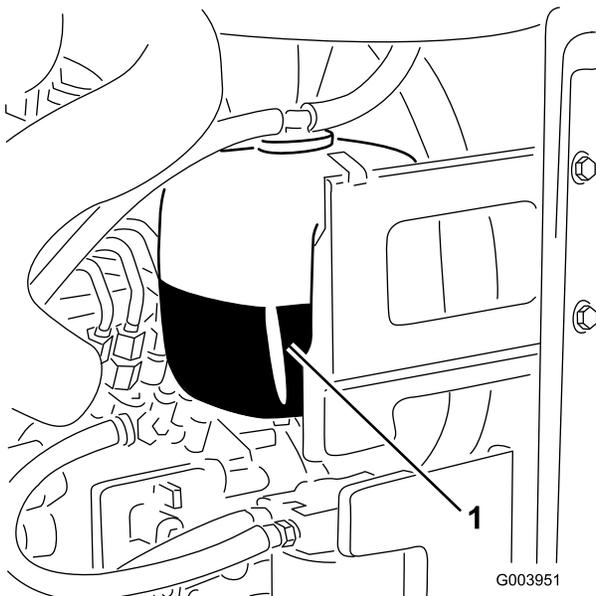

Bild 35
1. Prüfen Sie den Kühlmittelstand im Ausdehnungsgefäß (Bild 35).